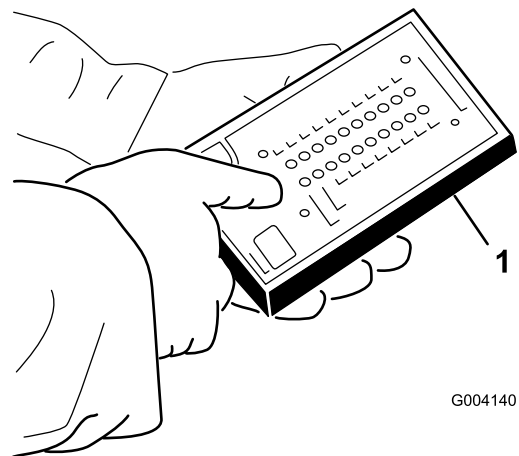

**Figure 48**
3. Localisez le faisceau de câblage et les connecteurs près du module de commande (Figure 48).